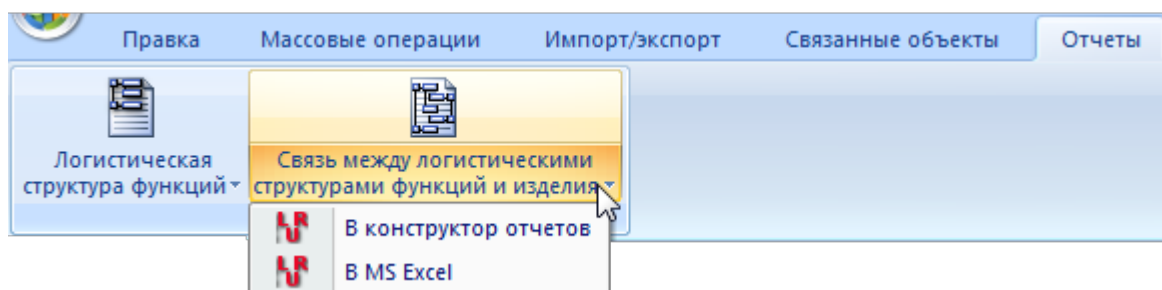

Рис. 10-304 – Вкладка «Отчеты»
4) Пример отчета по ЛСФ, открытый в программе «Конструктор отчетов», показан на рис. 10-304.